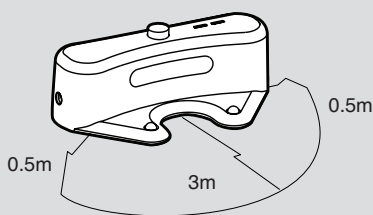

Рис. 1
2. Вокруг зарядной станции на расстоянии 3 м перед и по 0,5 м с каждой стороны не должно быть посторонних предметов. **[Рис. 1]**